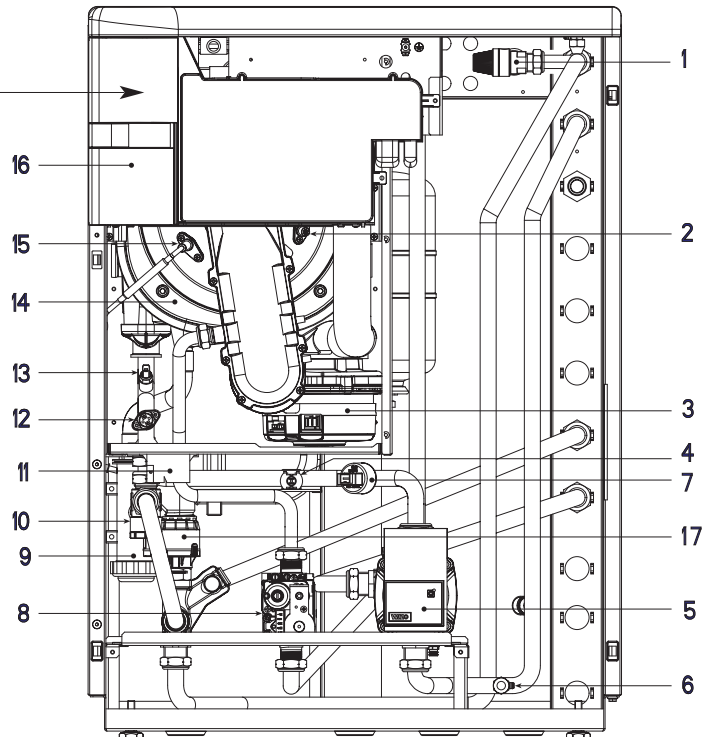

Fig. 3
1.5.2 ATLANTIS HM 30/50 ErP (fig. 3/a)